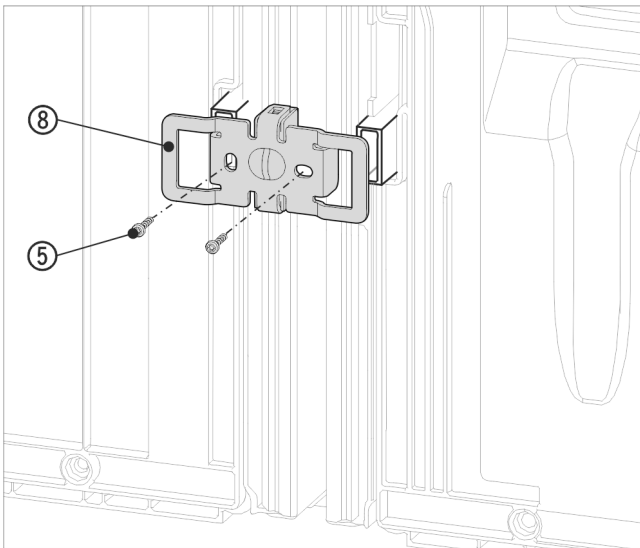

Fig. 19 Példaként szolgáló ábrázolás
- Tolja rá ismét a rögzítővasat Fig. 19 (8) a bemarásokkal a fali távtartó számára kialakított felvevőre.
- Rögzítse 2 csavarral Fig. 19 (5).